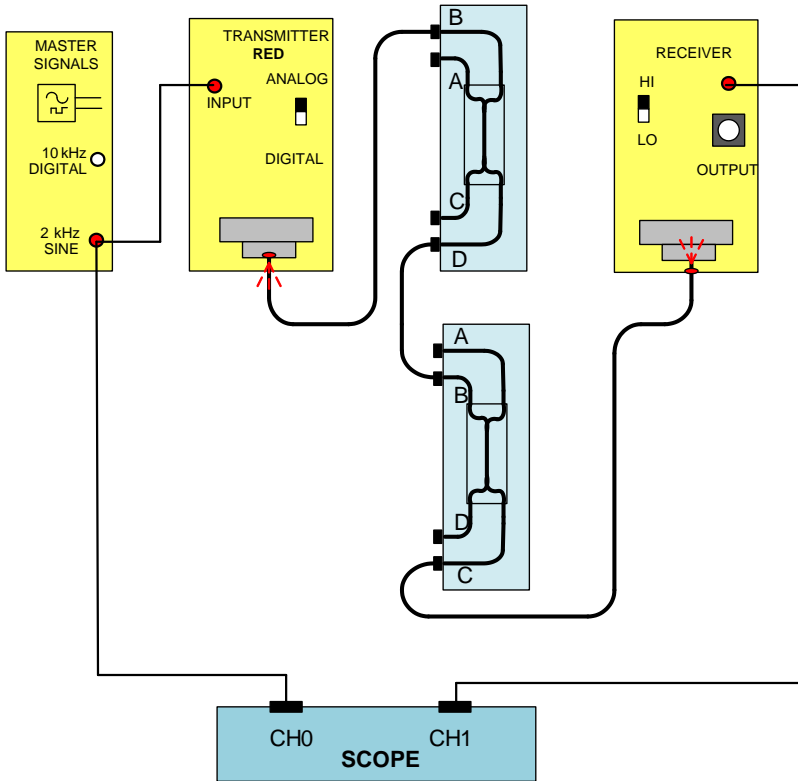

Рис.3. Схема соединений линии передачи аналогового сигнала
7. Соберите схему, как показано на рис. 3, используя приемник и передатчик.